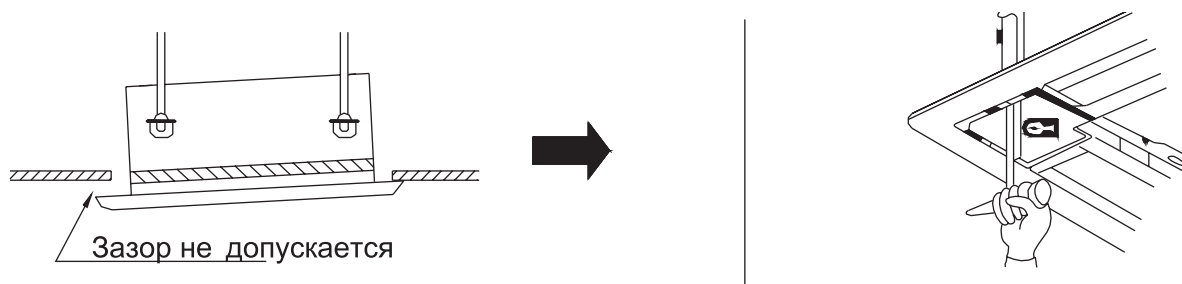

Рис. 10.22 — Регулирование положения блока в горизонтальной плоскости
10.4.11.3 При необходимости отрегулируйте положение блока при помощи винта через отверстие в углу блока (см. рисунок 10.22).